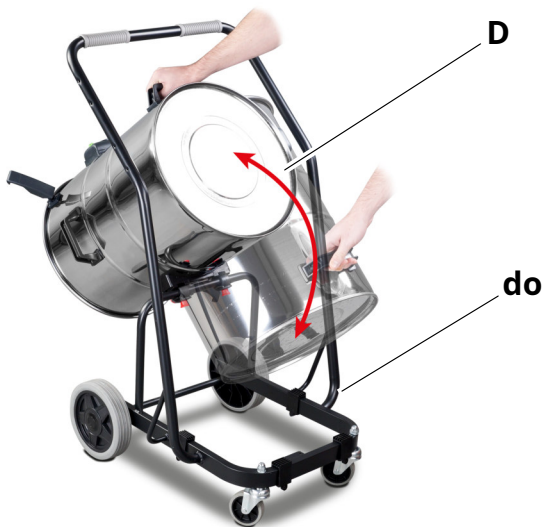

Fig. 9: Funciones
1. El robusto chasis de acero con asa (elemento C, fig. 9) garantiza un transporte seguro de la aspiradora incluso en superficies irregulares. Incluso con el depósito lleno y su correspondiente peso, la aspiradora se puede maniobrar con seguridad gracias a su estable chasis.
2. El práctico dispositivo de volteo (elemento D, fig. 9) facilita el vaciado del contenedor lleno. Simplemente conduzca el chasis sobre el vertedero e incline el contenedor lleno hacia atrás utilizando el asa adicional en la parte inferior.